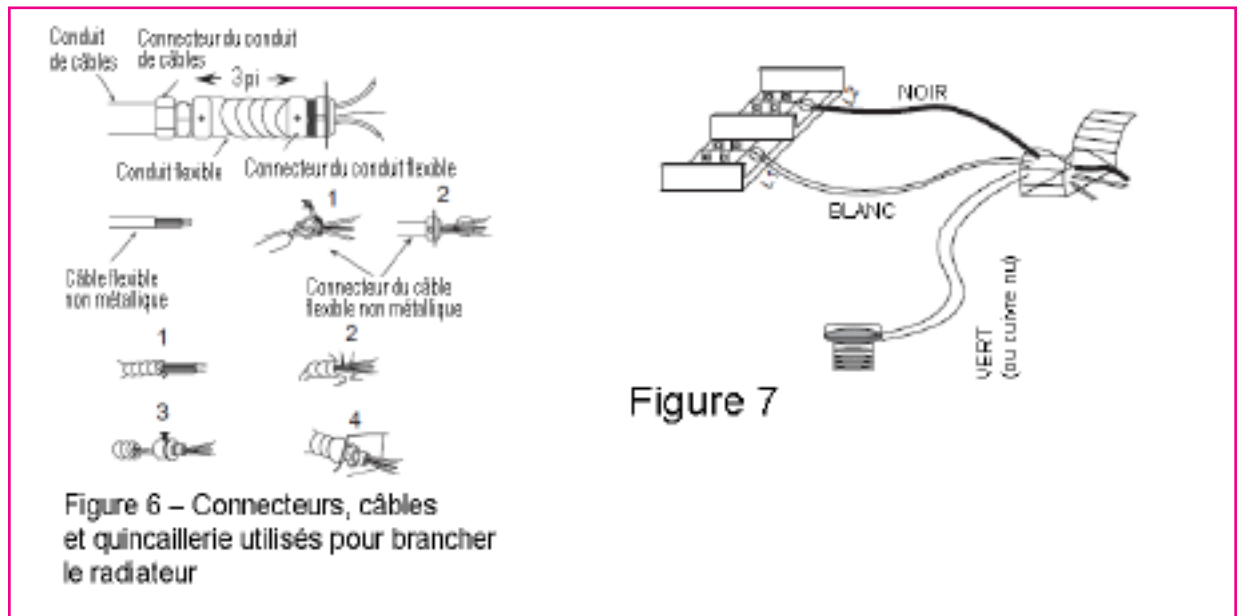

Figure 6 – Connecteurs, câbles et quincaillerie utilisés pour brancher le radiateur
2. Installez les connecteurs de câbles sur l'appareil (voir la figure 6) et glissez le fil de calibre 10 dans le connecteur de câbles.
REMARQUE : Tout le câblage doit être effectué par un électricien certifié et se conformer aux codes régissant l'électricité à l'échelle locale et nationale aux États-Unis. Certains usages peuvent nécessiter des conduits de câbles. Voir la figure 6. Consultez les codes locaux régissant l'électricité. Si vous faites passer le câblage dans un conduit de câbles et que vous désirez pouvoir tourner le radiateur, assurez-vous de disposer d'un conduit flexible suffisamment long.